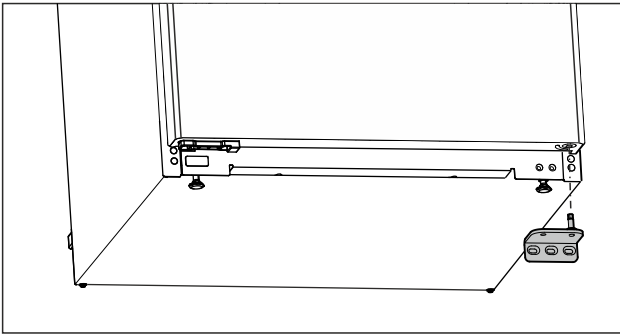

Fig. 8
- Retirer le support de palier vers le bas. (voir Fig. 8)